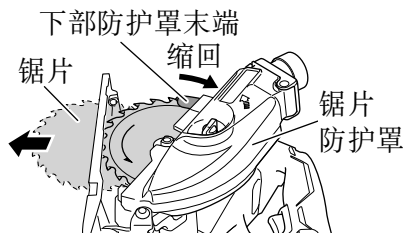

图 17
- (3) 握住下部防护罩末端以使下部防护罩完全缩回到锯盖内，并拆下锯片（图 17）。